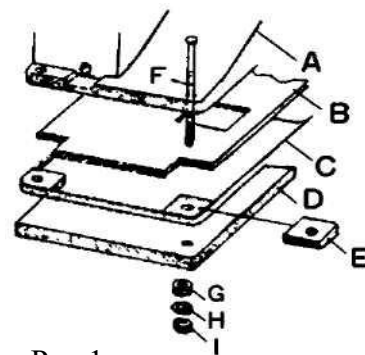

Рис.1
1. Положите прокладки «А», «В», «С», «D», «Е» на стол в указанной на рис. 1 последовательности. Вставьте четыре болта с шестигранными головками малой головкой «F» в отверстия. По окончании установки шайб «G» и «H» вставьте шестигранную гайку «I», затяните четыре гайки, расположенные по диагонали, и зафиксируйте голову машины на столе (рис. 1).